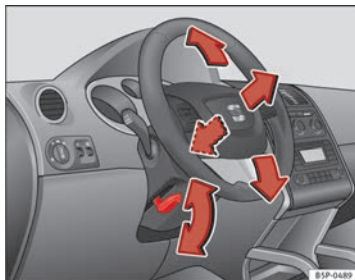

Fig. 135 Réglage de la position du volant
- Poussez le levier $\Rightarrow$ fig. 135 situé sous la colonne de direction vers le bas $\Rightarrow \triangle$.